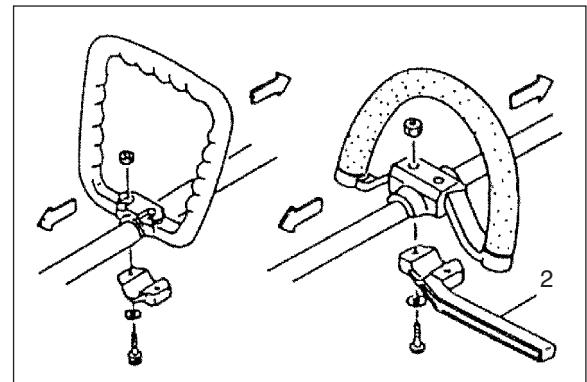

Fig.1-2
Når du bruger stålklinger/stive klinger på lige akseltrimmere eller buskryddere, skal du altid bruge en barrierestang (2) og en skuldersele med lokkehåndtaget (fig.1-2, 1-2B).